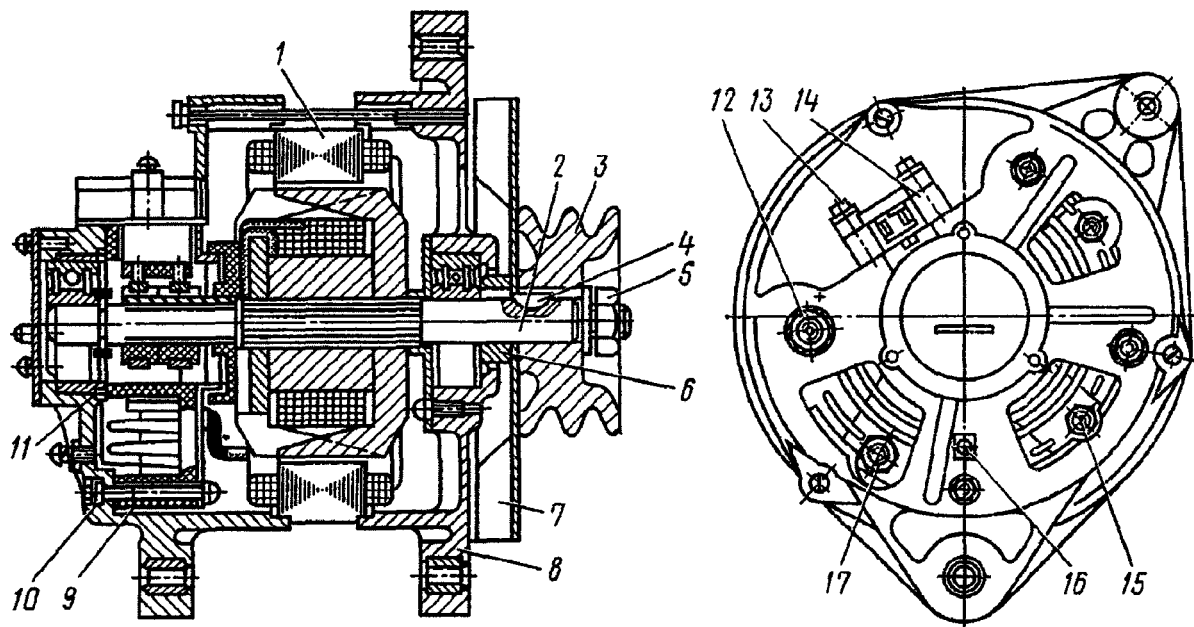

Рис. 361. Генератор Г288:
<p>1. Выверните болты 13 (рис. 361), специальные крепления щеткодержателя 14, снимите щеткодержатель</p>	<p>Отвертка</p>
8. Установите крышку 8 (см. рис. 361) со стороны привода на вал 2 ротора	Пресс